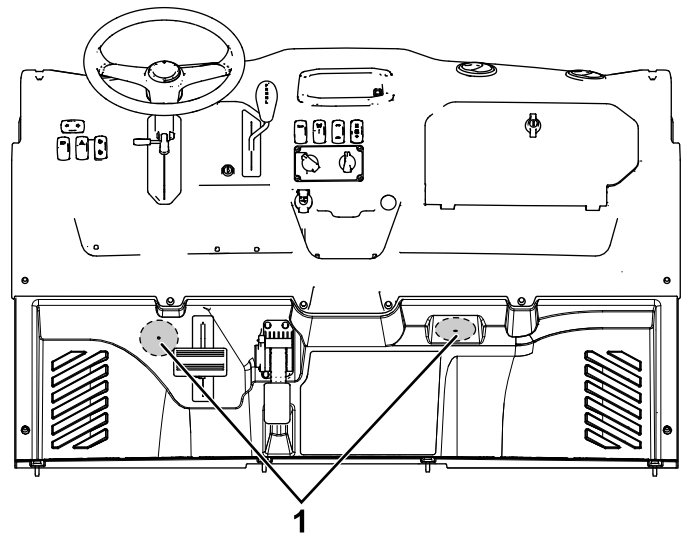

Figure 15
2. Localisez les 2 repères de perçage sur le plancher (Figure 15) et percez 2 trous (76 mm) directement à l'emplacement des repères.